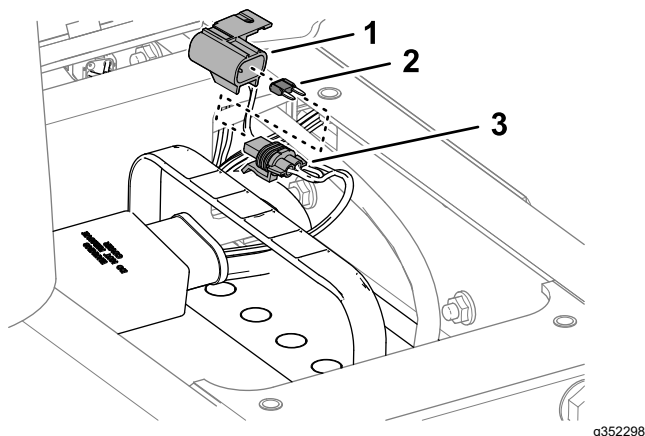

Figura 71
2. Retire a tampa do porta-fusíveis (Figura 71).